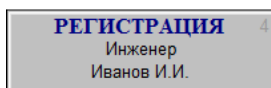

Рисунок 2.1.2. Кнопка регистрации пользователя в системе
2.1.3 После регистрации кнопка регистрации примет следующий вид (рисунок Рисунок 2.1.2).